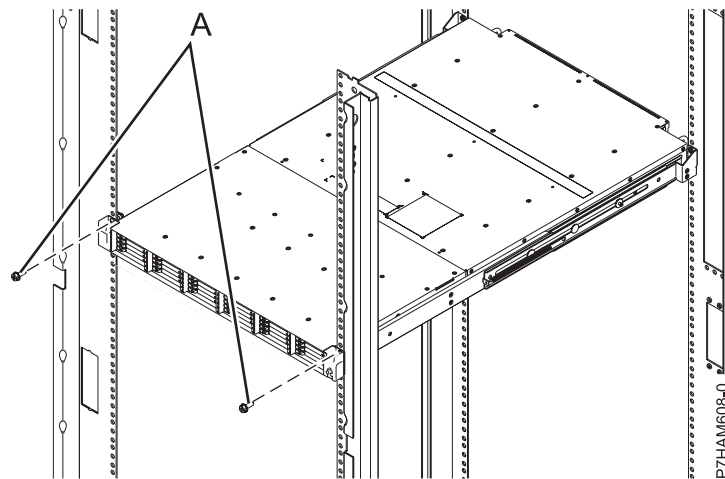

Figure 16. Fixation de l'avant du boîtier à l'armoire
- e. Fixez l'avant du boîtier aux cornières de l'armoire en insérant les vis de fixation (A) dans les trous ouverts supérieurs des supports et dans les trous supérieurs des bandes EIA, comme indiqué à la figure 16.